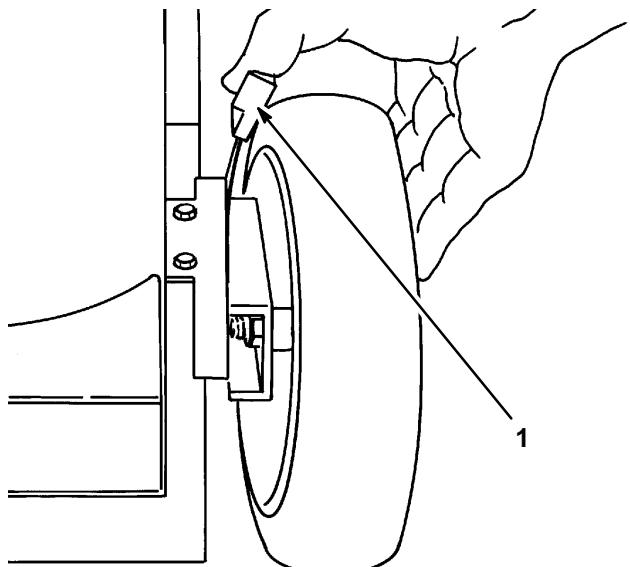

Figure 16
2. Para facilitar el ajuste, levante la caja de modo que la rueda no toque el suelo. **Al alzar no meta los dedos debajo de la cubierta.** Apriete la palanca de ajuste hacia la rueda (Fig. 16) y muévala hasta la posición deseada. Asegúrese de que el pasador de la palanca de